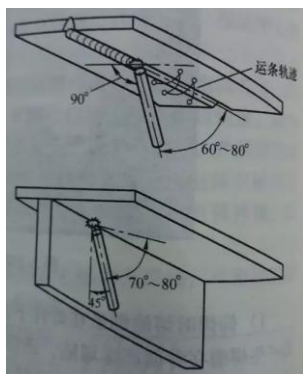

图 2：仰焊的焊条角度和运条方式
4. 保持适当的焊条角度和正确的运条方式(见图 2)。对于不开坡口的对接仰焊，间隙小时宜采用直线形运条，间隙大时宜采用往复直线型运条。开坡口对接仰焊采用多层焊时，第一层焊缝根据坡口间隙大小选用直线形或直线型运条方式。其余各层均采用月牙形或锯齿形运条方式。多层多道焊宜采用直线形运条。对于焊脚尺寸较小的 T 形接头，采用单层焊，选用直线型运条方式。焊脚尺寸较大时，采用多层焊或多层多道焊。第一层宜选用直线型运条，其余各层可采用斜环形或三角形运条方式。